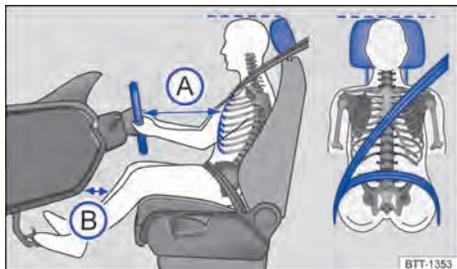

Fig. 21 Distância correta do condutor em relação ao volante, posição correta do cadarço do cinto de segurança e ajuste correto do apoio para cabeça.
- Ajustar o banco de modo que a distância entre o volante e o tórax tenha no mínimo 25 cm → Fig. 21 (A) e que o condutor possa segurar o volante pela borda externa com as duas mãos e os braços ligeiramente flexionados.
- Ajustar o banco do condutor na direção longitudinal de modo que os pedais possam ser acionados com as pernas ligeiramente arqueadas e a distância para o painel de instrumentos na área do joelho seja de, no mínimo, 10 cm → Fig. 21 (B).
- Para os bancos com apoio para cabeça: ajustar o apoio para cabeça de modo que a sua borda superior se encontre preferencialmente na mesma linha da parte superior da cabeça → Fig. 21 – porém não abaixo da altura dos olhos. Posicionar a parte posterior da cabeça o mais perto possível do apoio para cabeça.